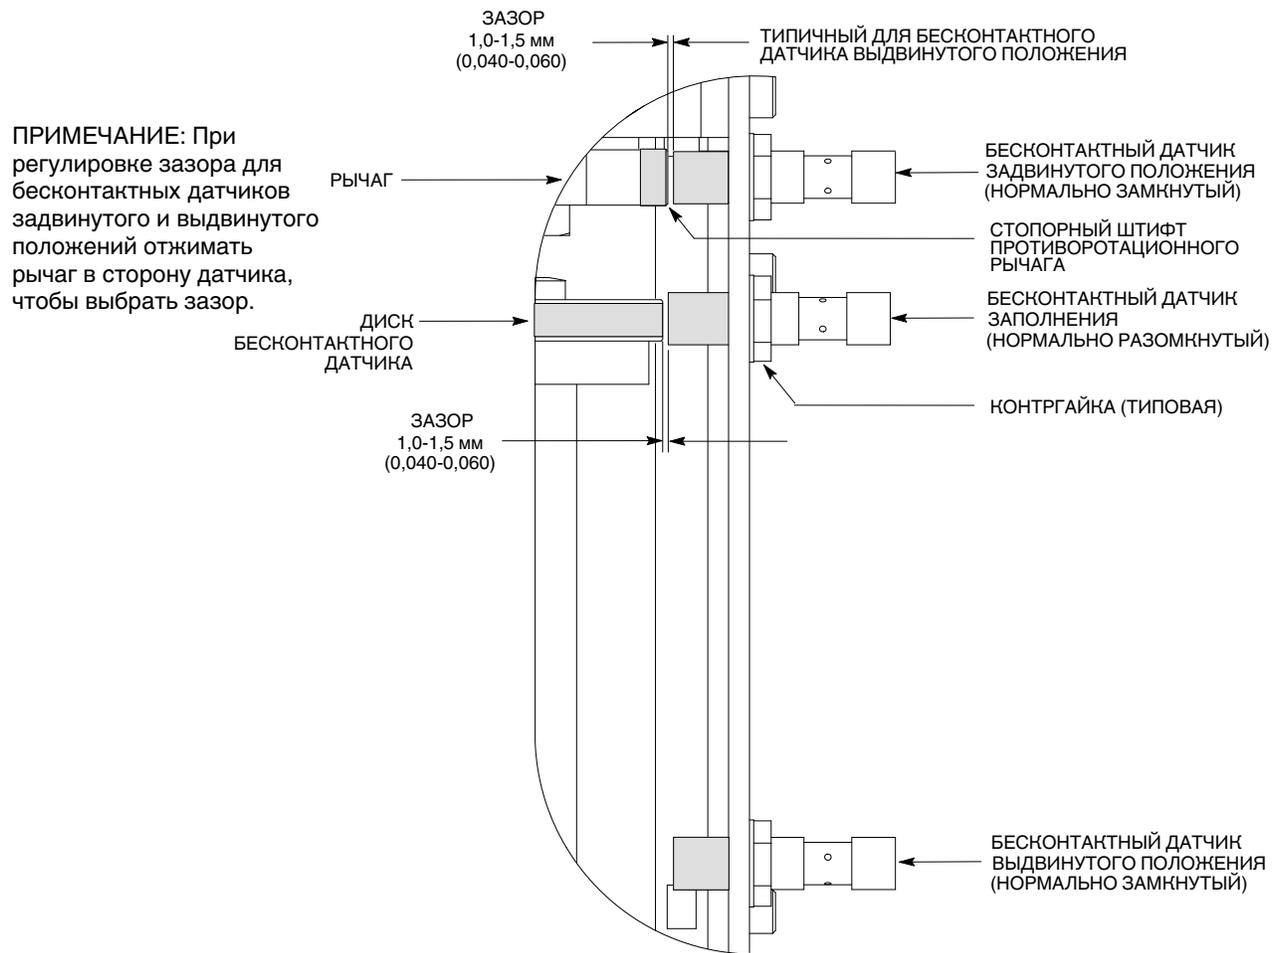

Рис. 11 Настройка бесконтактных датчиков
1. См. рис. 11. Выдвигать или задвигать линейный привод, пока стопорный штифт противоротационного рычага не расположится непосредственно за датчиком.
1. См. рис. 11. Выдвигать узел плунжера, пока диск бесконтактного датчика не расположится непосредственно за датчиком.
3. Присоединить кабель к бесконтактному датчику (7).